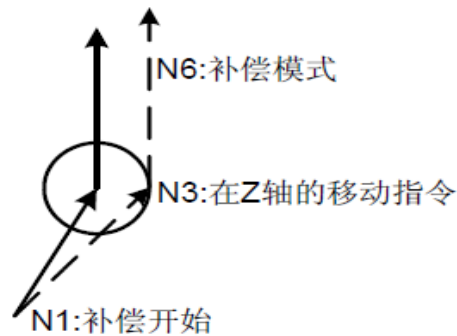

图 2.41
(1) G52 可以建立一个局部坐标系,局部坐标系相当于 G54~G59 坐标系的子坐标系(见 2.27 节里图 2.41)。
(2) G52 指令会同时撤销之前由 G92 设定的工件坐标系。
(3) 该指令中, X_ Y_ 等参数给出了一个相对于当前 G54~G59 坐标系的偏移量,也就是说,给定了局部坐标系原点在当前 G54~G59 坐标系中的位置坐标,即使该 G52 指令执行前已经由一个 G52 指令建立了一个局部坐标系。取消局部坐标系的方法也非常简单,使用 G52 X0 Y0 Z0 A0 B0 C0 即可。